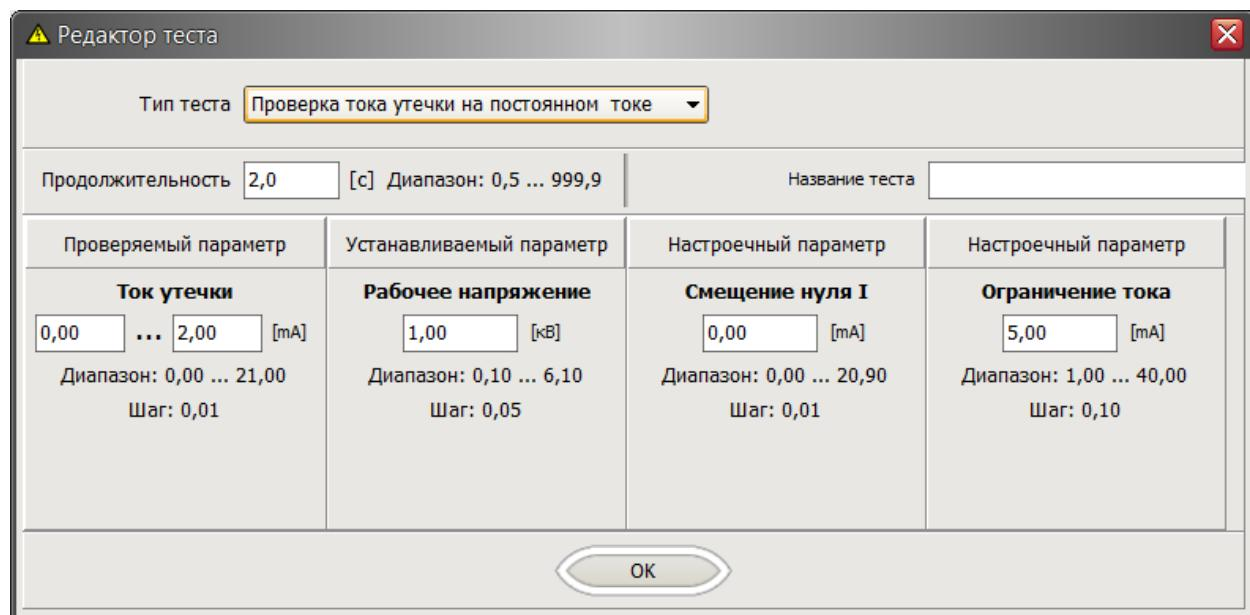

Рисунок 15 – Настройка параметров теста «Проверка тока утечки на постоянном токе»
19. Для теста «Проверка тока утечки на постоянном токе» (DCW) задать следующие параметры (рисунок 15):